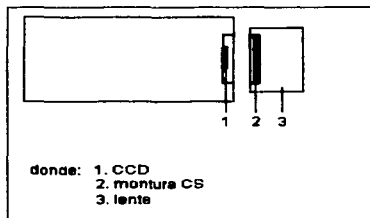

Figura 1.3 Montura CS.
2.- Montura CS. Este tipo de montura se encuentra dentro del lente y esto permite que la distancia entre el CCD y el lente sea mayor. Este tipo de montura se observa en la figura 1.3.